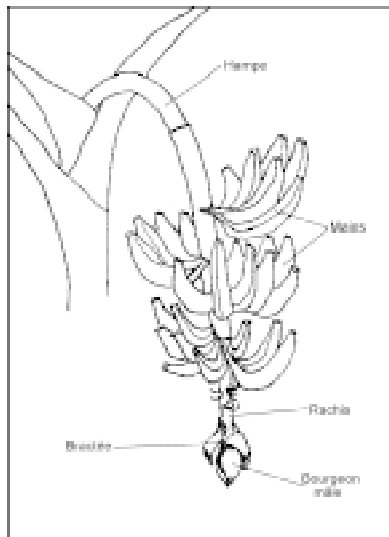

Figure 2: Inflorescence du bananier
- d'une inflorescence (Fig 2); quand le bananier a formé un tain nombre des feuilles, le bourgeon terminal du bulbe se développe. Il monte dans le faux-tronc et donne l'inflorescence qui sort au centre du bouquet foliaire et se retourne vers le bas. C'est la formation du régime; ce régime allonge son axe ou hampe, il se compose des fleurs "femelles", groupées en mains composées de doigts ou bananes, qui donneront les fruits et des fleurs "mâles", groupées dans le bourgeon mâle.